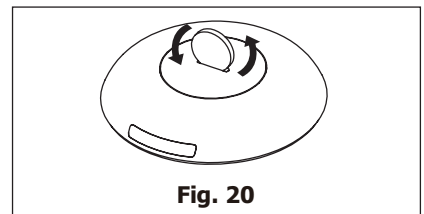

Fig. 20
2. Bruk en mynt eller lignende for å rotere bakdekslet mot klokken for å åpne det. (Fig. 20 og 21)